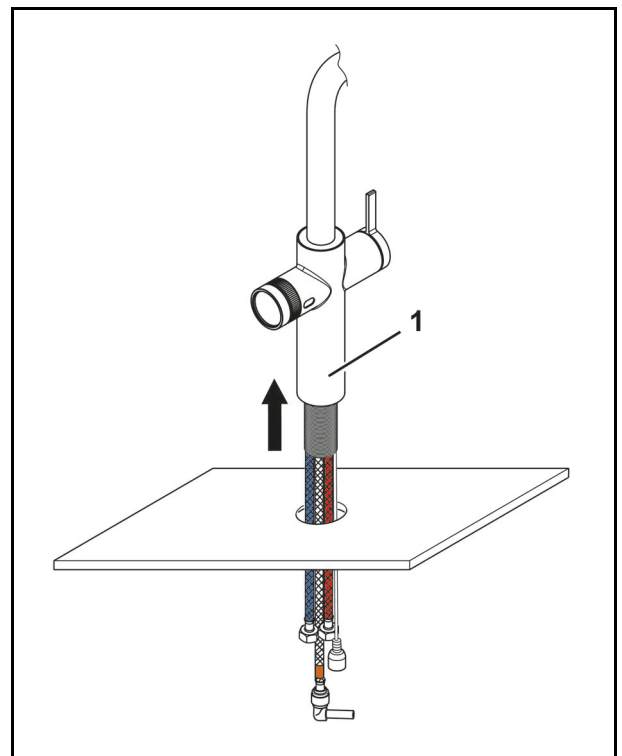

Abb. 20
5. Ziehen Sie die Armatur (Abb. 20/1) und die Leitungen durch die Öffnung nach oben aus den Unterbau.